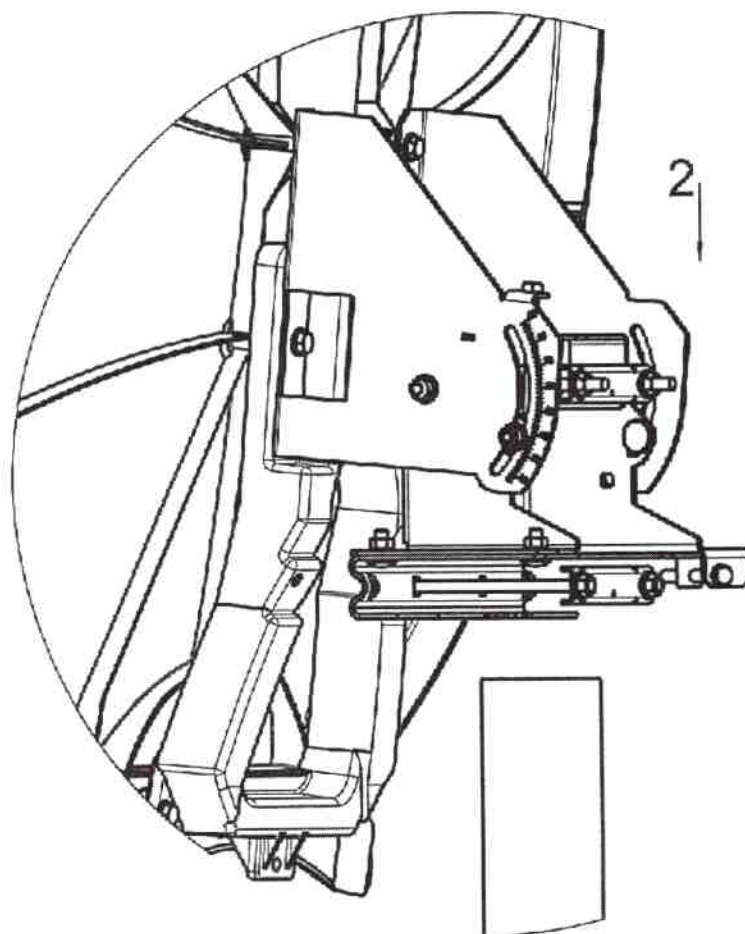

Fig 2
Place the main reflector downface and fix the pre assembled mount using Screw HM 8-16 with washers $\times 2$ and screw HM 8-40 and washers L8 $\times 4$ as shown in Fig 2.
- 2 - Installer la monture Az-El équipée du réflecteur sur le mât préalablement solidement fixé et serrer l'ensemble légèrement (cf Fig 2).
Install the Az-El mount on the pole and tighten the bolts only lightly, see Fig2.